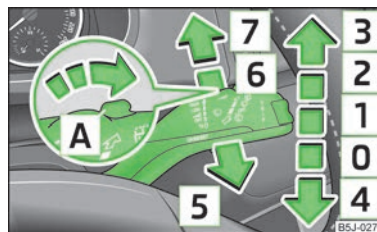

Fig. 31
- Dacă doriți să ștergeți parbrizul scurt, apăsați maneta în poziția asistată de arc » fig. 31.
- Aduceți maneta în sus, în poziția » fig. 31.
- Trageți maneta înspre volan în poziția amortizată » fig. 31, instalația de spălare a parbrizului și ștergătoarele funcționează.
- Apăsați maneta în sens opus volanului, în poziția » fig. 31, ștergătorul șterge la fiecare 6 secunde.
- Apăsați maneta în sens opus volanului, în poziția amortizată » fig. 31, ștergătoarele și instalația de spălare funcționează.
- Aduceți maneta la loc, în poziția de bază [0] » fig. 31.
Dacă faza scurtă sau faza lungă este cuplată și maneta ștergătoarelor de parbriz se trage în poziția [5] » fig. 31 la pagina 45, farurile sunt stropite scurt. La curățirea farurilor se ajunge și la fiecare a cincea stropire a parbrizului.